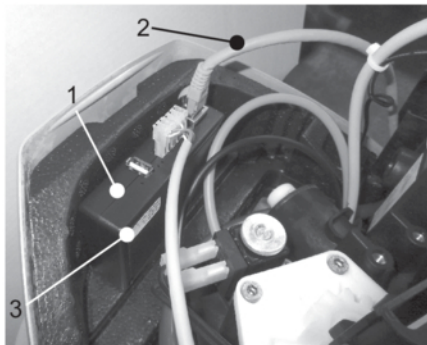

Abb. 16: Connectivity-Modul
3. LAN-Kabel in die LAN-Buchse des Connectivity-Moduls einstecken (siehe Abbildung 16).
Der QR-Code befindet sich auch auf dem Aufkleber des Connectivity-Moduls (siehe Abbildung 16).